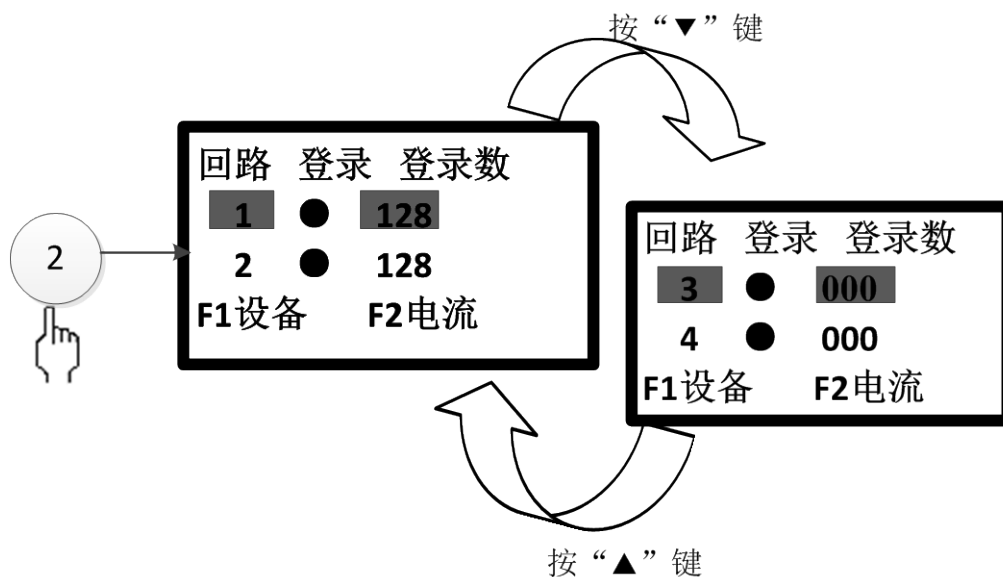

图 3-13
按下数字 2 键或光标移至②后按确认键，进入回路信息界面（如图 3-13 所示）。可查看单一分区部件全部连接数量。